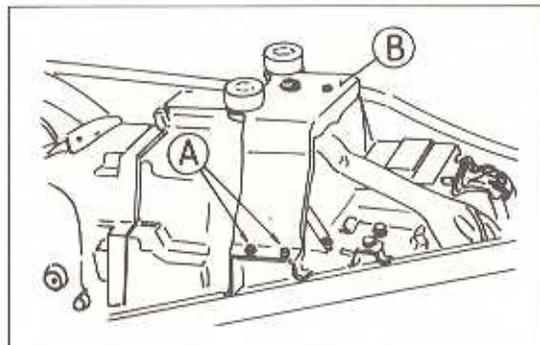

Bild 2
- Die Benzintankhalterung abschrauben (Bild 2).